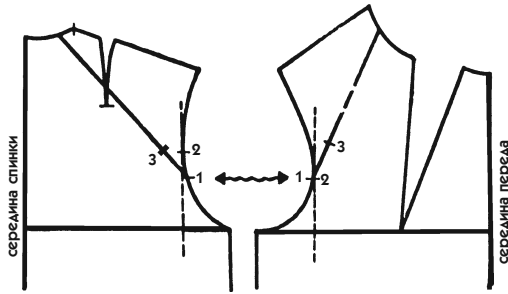
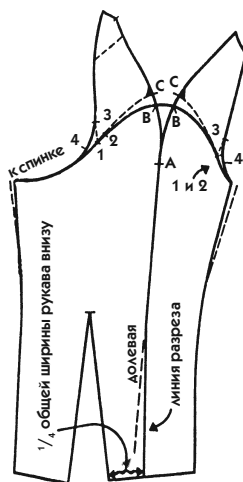
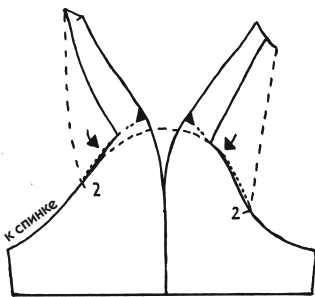

Рис. 371
Рис. 373
Рис. 375
- Переместите верхние вытачки в горловину (см. рис. 371).
2. Поместите лекала на фигуру и наметьте линии вставок. Точки начала вставок сначала найдите на фигуре. Чтобы перенести их на лекала, положите перед и спинку рядом, уравнивая низ проймы таким образом, чтобы засечки были на одном уровне. См. двойную стрелку между засечками 1 на рис. 371. В приведенном примере засечки находятся на расстоянии 5 см выше линии груди.
3. На каждой части лифа проведите вертикальные линии, касательные к линиям проймы (на рис. 371 показаны пунктиром), как вы делали на чертеже 354, когда речь шла о формировании фалд от линии ширины переда и спинки.
1. Переведите базовое лекало рукава, соответствующее модели, оставляя над окатом достаточно места, чтобы построить вставки (рис. 373). Для выполнения этого задания используйте двухшовный рукав платья (рис. 198), но не чертите на нем рельеф до локтя и маленькую вытачку, которой оканчивается рельеф наверху.
Пример дан на двухшовном рукаве платья, потому что именно на нем соединены все особенности. Но учтите, что размещение вставок в продолжении рукава одинаково касается всех рукавов покроя «реглан». Рассмотрите рис. 373 и вы поймете, что продолжение изогнутой линии оката на рукаве прямого покроя не может вызвать изменение чертежа.
2. На верхней точке оката (между засечками В на рис. 373) наметьте глубину вытачки. Расчет глубины вытачки дается в приведенной ниже таблице. В нашем примере обхват руки на уровне проймы — 29 см, глубина вытачки — 3,6 см, то есть по 1,8 см с каждой стороны от долевой линии.
3. Обозначьте вершину вытачки (засечка А) на расстоянии 10 см от оката и начертите вытачку изогнутыми линиями, как показано на рис. 373.
- Обозначьте засечки С (рис. 373): отложите от засечек В половину распах вытачки минус 2 мм ( $1,8 - 0,2 = 1,6$  см).
5. **Подгонку вставок** необходимо сделать при соединении их с рукавом. Начните со спинки, как указано в примере (рис. 373).
- Вставку спинки положите линией проймы на засечку С рукава (маленький зачерненный уголок на рис. 373). Затем вращайте вставку до тех пор, пока ее засечка 2 не коснется оката рукава. Обведите вставку в этом положении пунктирной линией.
6. От засечек 3 на вставках переда и спинки проведите вниз плавные изогнутые линии до соединения с окатом рукава (рис. 373).
- Измерьте расстояние между засечками 3 и 1 (см. рис. 371), отложите его от засечки 3 по только что проведенной изогнутой линии и поставьте засечки 4 (рис. 373).
- Измерьте на лифе (рис. 371) длину линии проймы по низу между засечками 1.
- Измерьте на рукаве (рис. 373) линию оката от боковых срезов до засечек 4.
- Излишек распределите поровну между передним и задним срезами рукава, как показано пунктирами на рис. 373.
- Сверху от засечки А до линии локтя он совпадает с линией долевой нити (см. рис. 373), а затем идет до точки, расположенной внизу рукава на расстоянии, равном  $\frac{1}{4}$  от общей ширины рукава внизу и отложенном от первой линии вытачки в локтевом шве (см. двойную волнистую стрелку на рис. 373).
1. Проведите на лифе узкую вставку выбранного фасона, затем наметьте большую вставку, которая обязательно должна достигать засечки 2 на уровне ширины перед и спинки (см. пунктирные линии на рис. 375). (Задание выполнять не требуется.)
3. От низа настоящей вставки проведите сплошные линии длиной 2—3 см по линии проймы, прежде чем достичь оката рукава для завершения чертежа (см. на рис. 375 сплошные линии, обозначенные стрелками).
На рис. 373 видно, что для сохранения одинаковой длины плечевых срезов вставок нельзя наклонить одну из них больше, не отнимая от их ширины на уровне засечек 2. Засечки 2 отмечают ширину переда и спинки, поэтому не может быть и речи о том, чтобы изменить равновесие чертежа в этом месте. Возможно, на примерке вам удастся подправить это местечко без последствий (при условии, что оставите достаточный запас по краю вставки), но чаще всего это получается в ущерб удобству.
1. При внимательном рассмотрении рис. 375 вы заметите, что наклоны плечевых срезов вставок на стороне спины и переда отличаются (как и в предыдущих примерах).
(Задание выполнять не требуется.) Обратили ли вы внимание, что на рис. 375 представлен одношовный прямой рукав? Этого примера достаточно, чтобы понять: использование такого рукава упрощает чертеж лекала. Прикрепление вставок на рукаве такое же, как и для всех других вариантов (обратитесь к объяснениям рис. 371—374). Но здесь рельеф, идущий от плечевой вытачки по линии долевой нити до низа рукава, упраздняет локтевой шов.